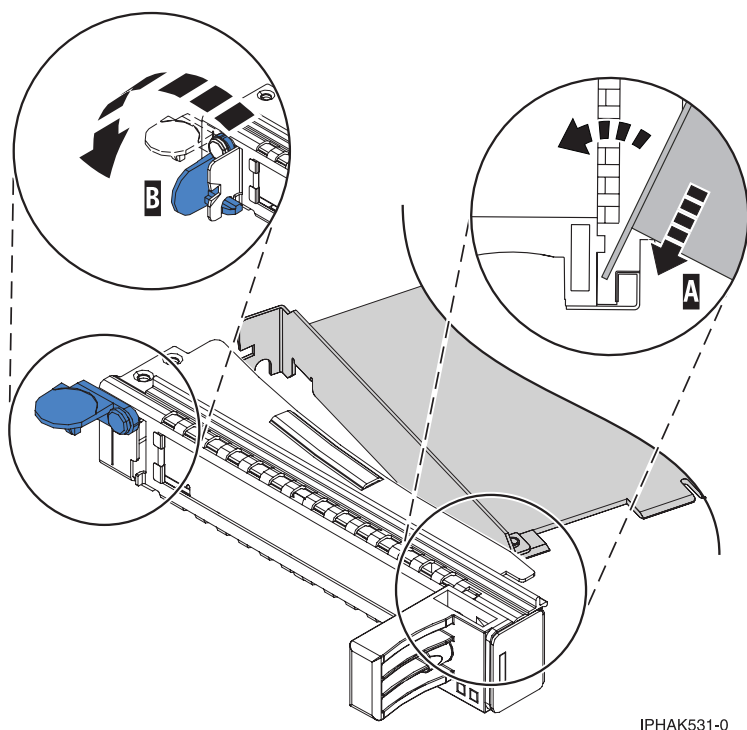

Figura 144. Adaptador que s'ha tret del casset d'adaptadors PCI d'amplada simple
- a. Amb l'armella de la contrapunta en posició d'obert, inseriu l'adaptador amb fermesa al canal (A) de retenció de la contrapunta. Consulteu Figura 144 a la pàgina 170.
c. Tanqueu l'armella de la contrapunta (B). Consulteu Figura 144.